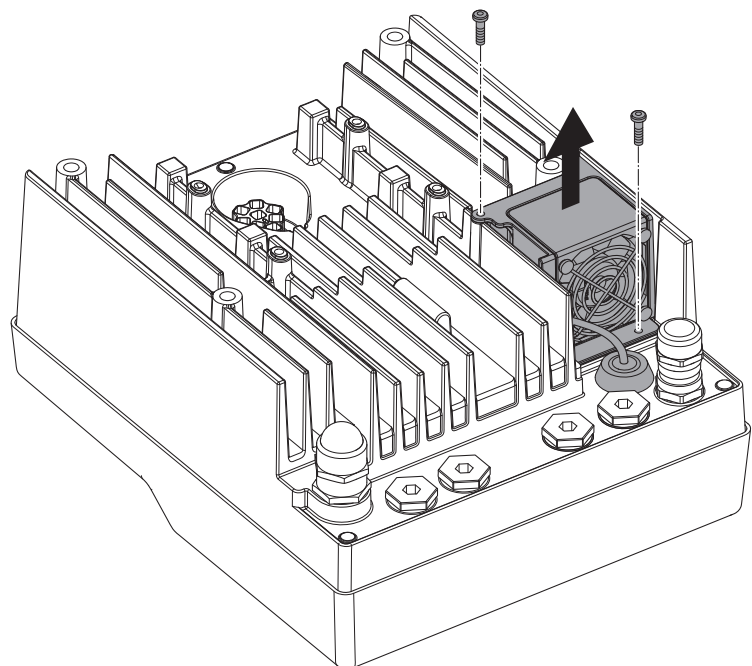

Fig. 47: Demontaža ventilatorja modula
- Odvijte vijake ventilatorja modula (Fig. 47).